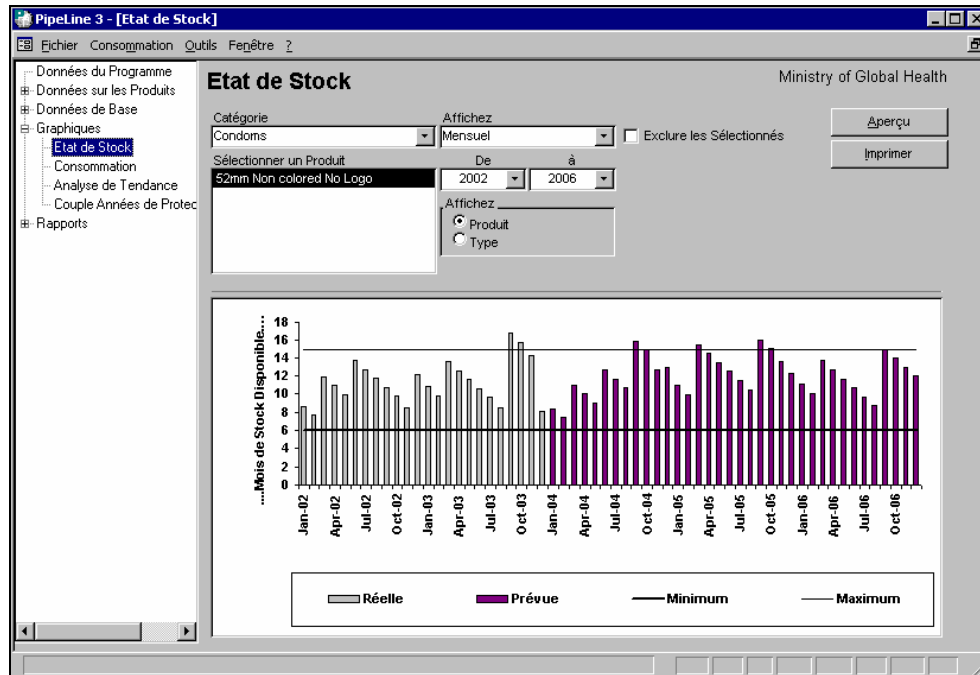

Figure 6-1 – Ecran sur l'Etat de Stock
1. Cliquez sur l'option Arborescence de l'Etat de Stock (sous Graphiques) pour afficher l'écran sur l'Etat de Stock (voir Figure 6-1).